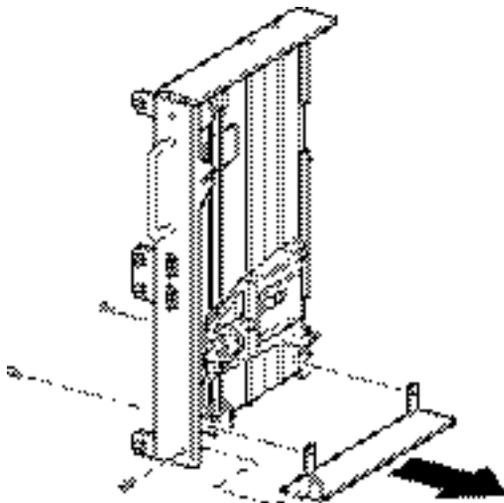

Figura 2–10. Rimozione della piastra inferiore dall'unità PTM di base
1. Rimuovere la piastra inferiore dall'unità PTM di base (vedere la Figura 2–10).
2. Far scorrere il carrello elevatore dei supporti verso la parte superiore dell'unità PTM di base (vedere la Figura 2–11). Notare che sulla parte superiore dell'unità PTM di base è presente la trasmissione.